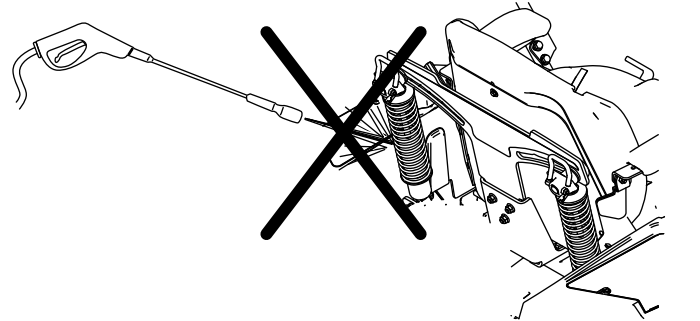

Bild 80
**Hinweis:** Reinigen Sie die Stoßdämpfer nicht mit einem Hochdruckreiniger (Bild 80).